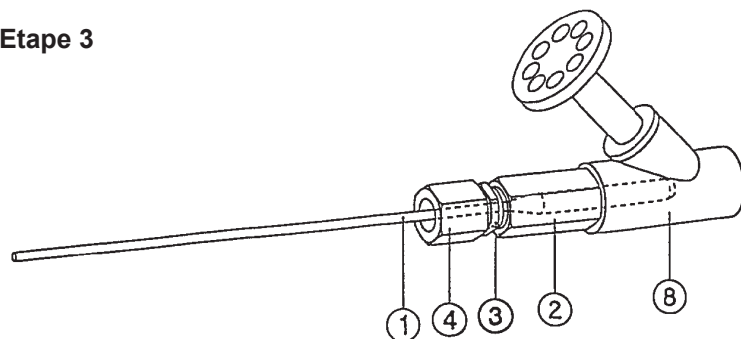

Fig. 5 - Montage du sas étanche
Montage du sas avec la sonde en fibre de verre ① et sa bobine d'émission sur le robinet d'un branchement ⑧ illustré figure 5.